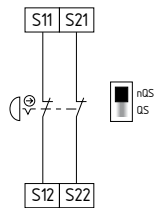

Fig. 9
**Circuito de paragem de emergência de dois canais com dispositivos de comando conforme EN ISO 13850 e EN 60947-5-5 (ver Fig. 9)**